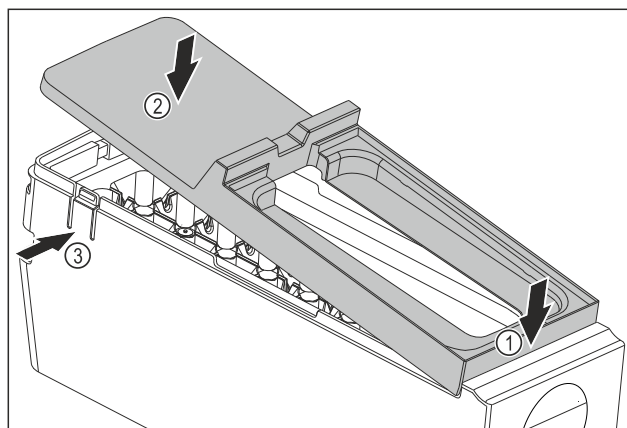

Fig. 94
- ▶ Monter le couvercle du corps de l'EasyTwist-Ice : Placer le couvercle à l'avant. Fig. 94 (1)
- ▶ Abaisser le couvercle à l'arrière. Fig. 94 (2)
- ▷ L'enclenchement du couvercle dans les deux languettes Fig. 94 (3) se fait entendre.